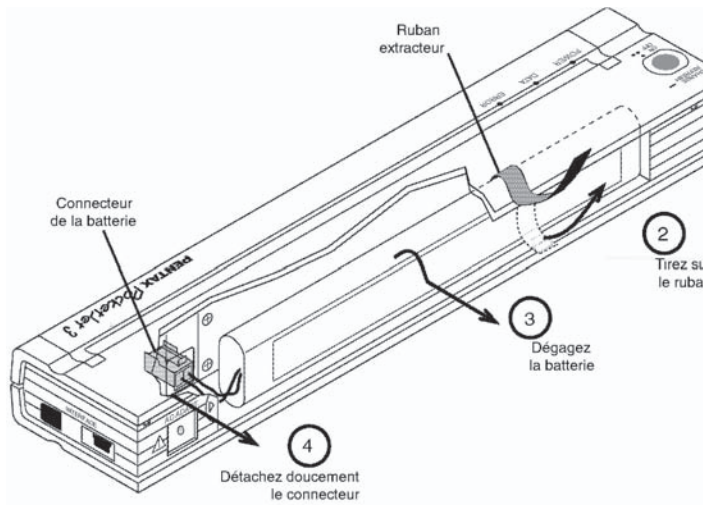

FIGURE 13. Instructions pour la dépose de la batterie
2. Tirez sur le ruban extracteur comme illustré à la Figure 13 et dégagez la batterie de son compartiment.